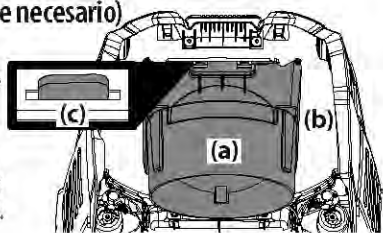

Figura 10
1. Inserte las lengüetas traseras (c) como se muestra en la Figura 10.